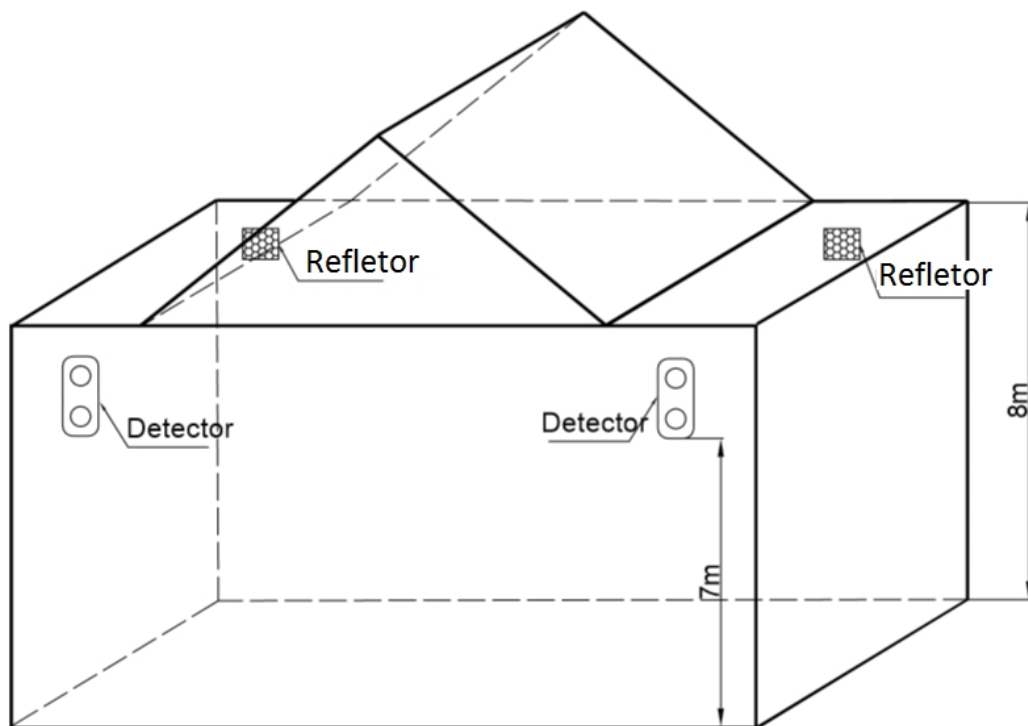

Fig. 6 Montagem
c) Quando altura dos espaços for mais que 8m, o telhado é normalmente **duas águas (gabled)** o sem teto, o detector e refletor devem ser montados em duas paredes de frente cerca de 8 m a partir do chão, garantindo que a distância vertical entre o detector e refletor e o topo da edificação seja mais que 0.5m , veja fig. 6. A distância deve ser 7m a partir do detector do chão